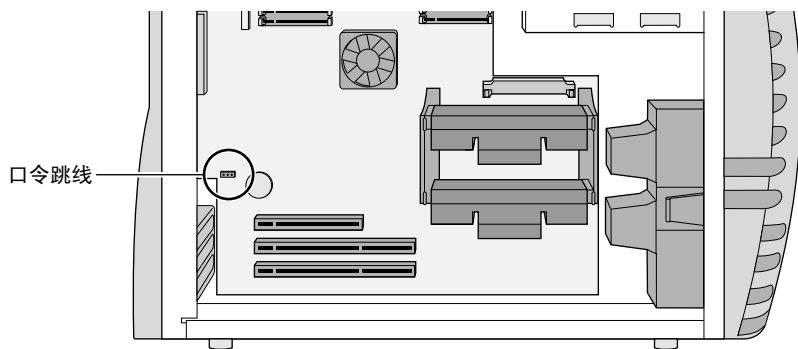

图 8-1 口令跳线
4. 口令跳线位于系统板 PCI 卡插槽的正上方，如图 8-1 所示。